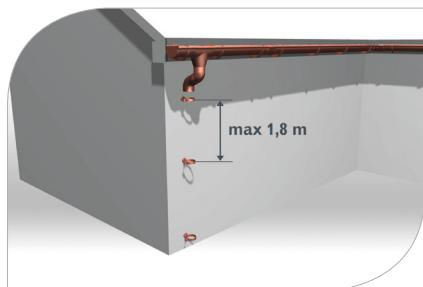

рис. 20
- 5.1 Закрепите дюбеля в фасаде, используя длину, приспособленную к толщине теплоизоляции здания. На дюбеля **вкрутите хомуты, сохранив между ними расстояние максимум 1,8 м (рис. 20)**